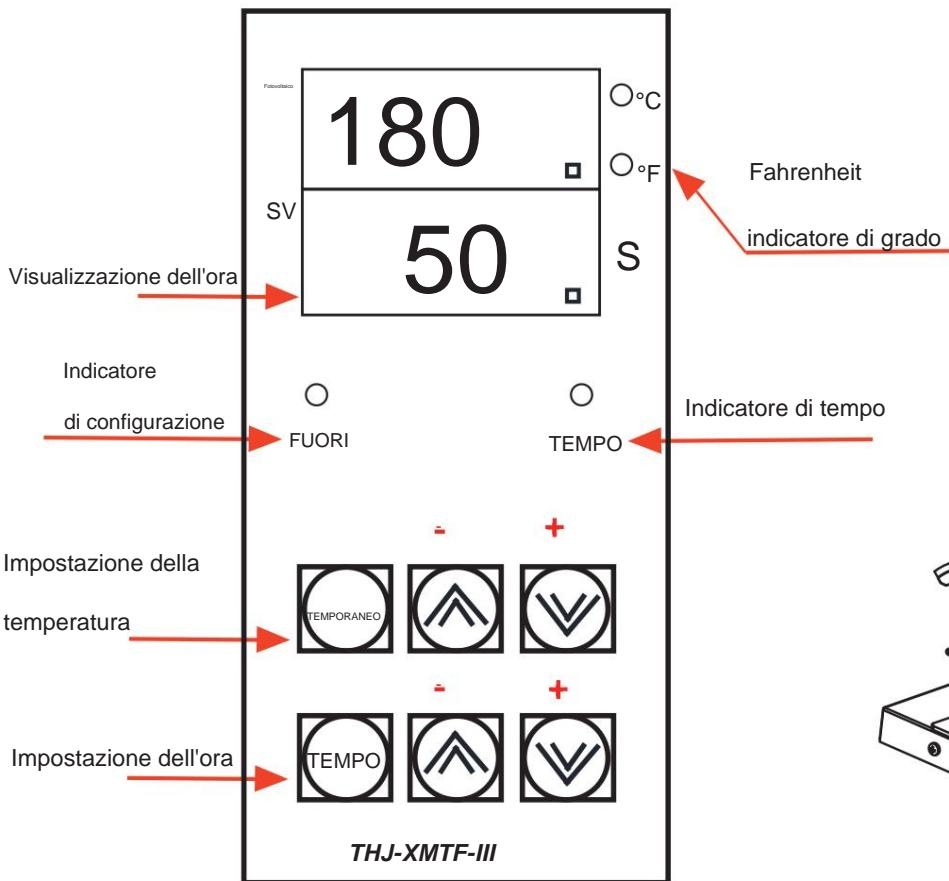

Figura 3
b. Selezione del grado Fahrenheit: come mostrato nella Figura 3, il "grado Fahrenheit" "indicatore" indica se la temperatura è visualizzata in gradi Fahrenheit. Poiché esistono diversi modi per passare da gradi Fahrenheit a gradi Celsius, in questo manuale utente non vengono introdotti metodi di commutazione specifici. Se è necessario modificare l'unità di temperatura, contattare il distributore o il produttore o utilizzare la formula seguente: